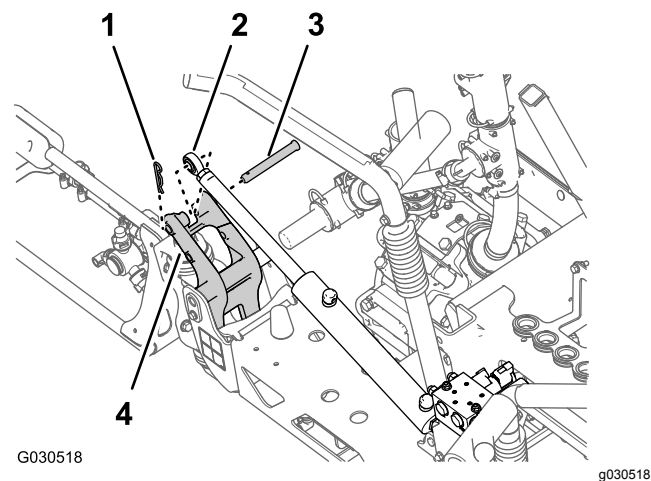

Figura 72
3. Retire o perno de gancho e o passador de forquilha que prendem a extremidade da barra do cilindro de elevação ao suporte da articulação (Figura 72).